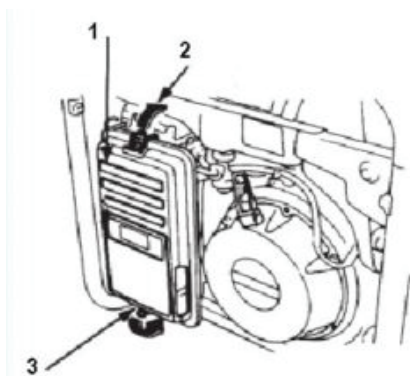
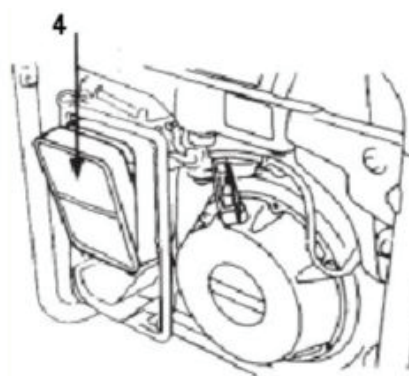

Рис.8. Снятие воздушного фильтра
Рис.9. Снятие фильтрующего элемента
8.7.1. Отстегнуть зажимы (2, 3) крышки воздушного фильтра (1), см.рис.8, снять крышку и достать фильтрующий элемент (5), см.рис.9.